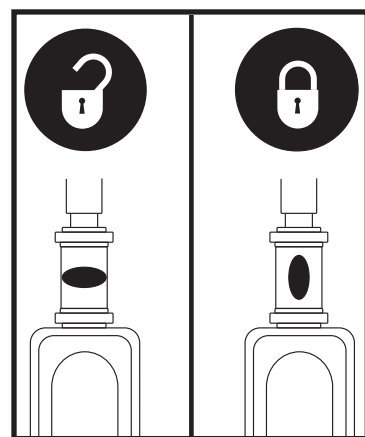

Figure 35 Bouton de verrouillage du guidon
1. Retirez la clé du contact et puis pour bloquer le guidon en ligne droite, pesez sur le bouton et tournez-le 90° dans le sens des aiguilles d'une montre. **Voir la figure 35.** La roue avant doit faire face à l'avant afin de pouvoir bloquer le guidon.
6. Débloquez la roue avant en tournant le bouton de blocage 90° dans le sens opposé aux aiguilles d'une montre. **Voir la figure 35.**